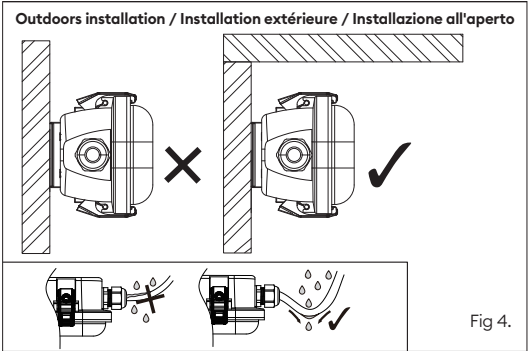

Fig 4.
- Only position the fittings under a canopy to avoid direct exposure to the elements. (Fig 4)
- Loop the incoming mains cable to avoid pooling at the gland. (Fig 4)
- Placez les appareils dans des endroits abrités afin d'éviter l'exposition directe aux éléments (fig. 4)
- Posez une boucle sur le câble d'alimentation afin d'éviter toute accumulation au niveau du presse-étoupe (fig. 4)
- Posizionare i raccordi solo sotto una tettoia per evitare l'esposizione diretta alle intemperie. (Fig. 4)
- Avvolgere il cavo di alimentazione in ingresso per evitare che si depositi sul pressacavo. (Fig. 4)